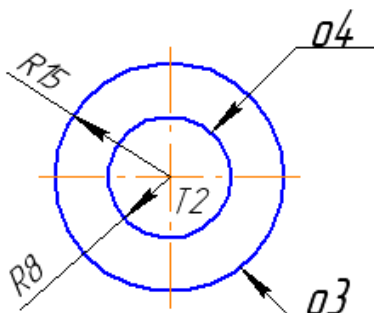

Рисунок 4
5. Коло o3 (рисунок 4) з осевими лініями і радіусом 15 мм будується з координатами центра $X = 15$ $Y = 100$ відносно **Локальної СК**. Координати задаються в **Панели свойств** в полі **Центр**.
6. Коло o4 (див. рисунок 4) будується радіусом 8 мм без осевих ліній. Положення центра задається в центрі кола o3 (точка T2).